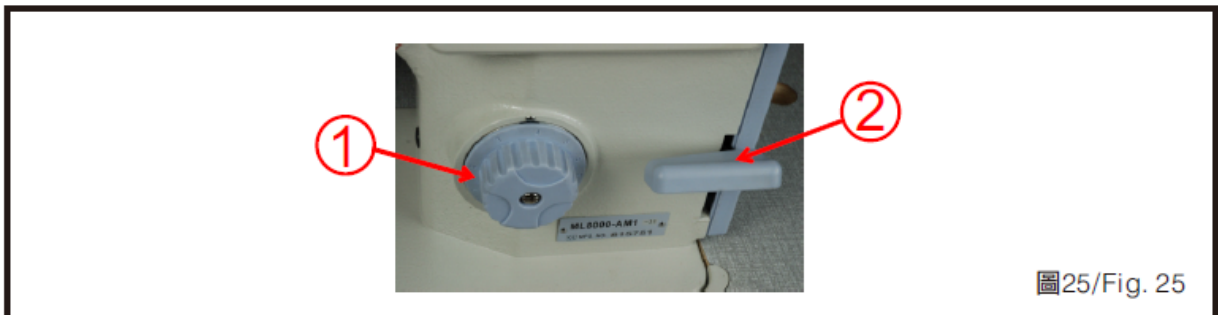

Fig. 25
10. Ajuste o comprimento e a costura de volta manual (Fig.25)